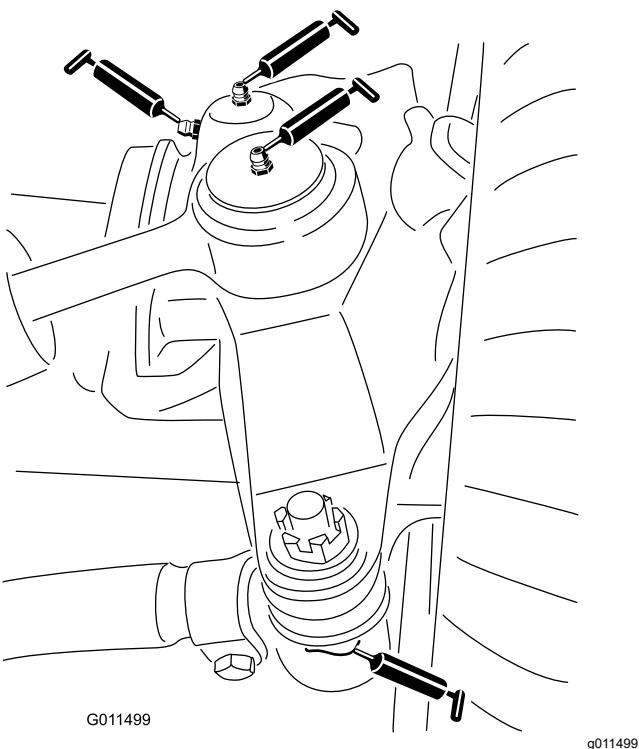

Figura 41
- Articulaciones esféricas del cilindro de dirección (2) (Figura 41)
- Articulaciones esféricas de las bielas (2) (Figura 41)
- Casquillos de los pivotes de dirección (2) (Figura 41).